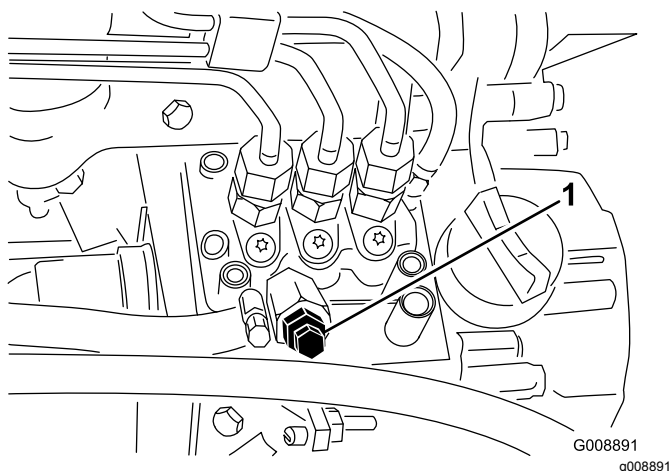

Figura 42
4. Abra el tornillo de purga de aire de la bomba de inyección de combustible (Figura 42).